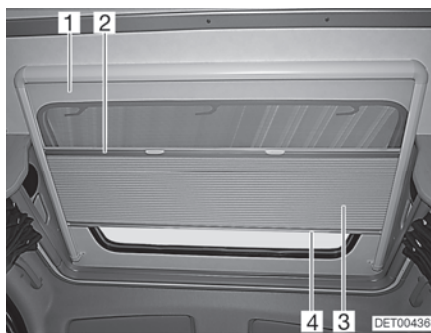

Fig. 71 Tragaluz
El estor plegable (Fig. 71,3) está unido fijamente con la protección contra insectos (Fig. 71,1).
- Coger el estor plegable por el centro de la tablilla final (Fig. 71,4) y tirar con cuidado hacia abajo.
- Regresar el estor plegable lentamente a su posición por la tablilla final (Fig. 71,4).
- Detener el centro de la tablilla final (Fig. 71,2) de la protección contra insectos y tirar con cuidado completamente hacia abajo.
- Regresar la protección contra insectos lentamente a su posición por la tablilla final del estor plegable (Fig. 71,4).